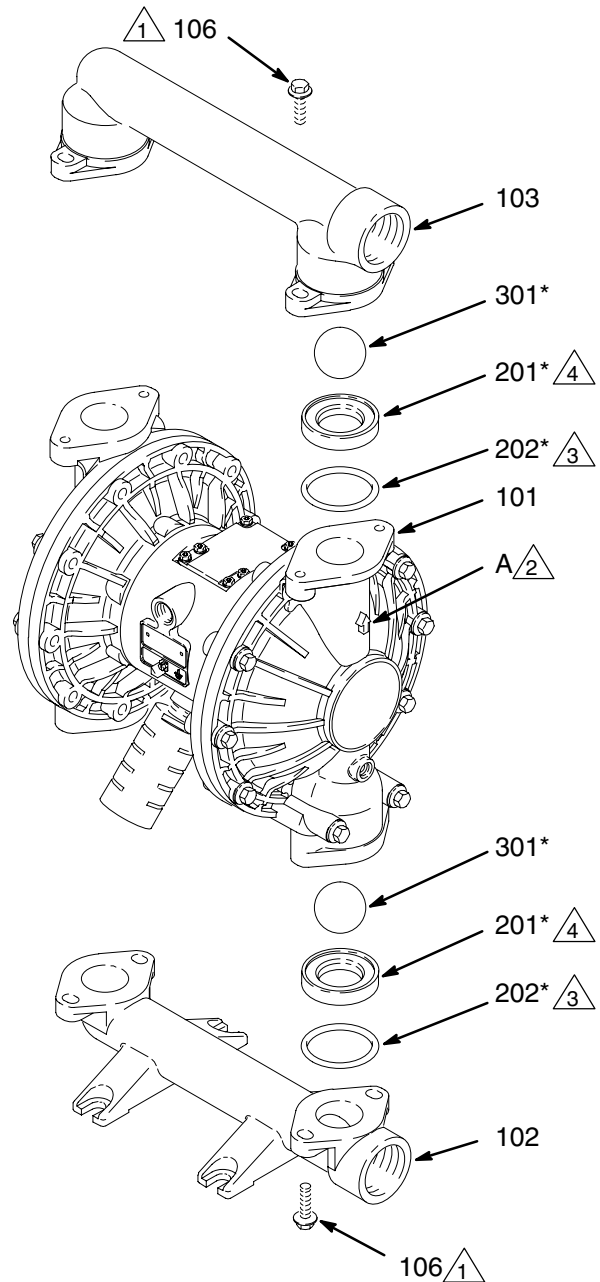

Fig. 10
3. À l'aide d'une clé à douille de 13 mm, retirez les quatre boulons (106) maintenant le collecteur de sortie (103) aux capots à fluide (101). Consultez la Fig. 10.
4. Retirez les joints toriques (202, *inutilisés sur certains modèles*), les sièges (201) et les billes (301) du collecteur.
5. Retournez la pompe et retirez le collecteur d'entrée (102). Retirez les joints toriques (202, *inutilisés sur certains modèles*), les sièges (201) et les billes (301) des capots à fluide (101).
2. Remontez dans l'ordre inverse, en suivant toutes les remarques de la Fig. 10. Assurez-vous que les clapets à bille sont montés **exactement** comme indiqué. Les flèches (A) sur les capots à fluide (101) **doivent** être orientées vers le collecteur de sortie (103).
- 2  La flèche (A) doit être orientée vers le collecteur de sortie (103).
- 4  La surface d'appui biseautée doit être orientée vers la bille (301).